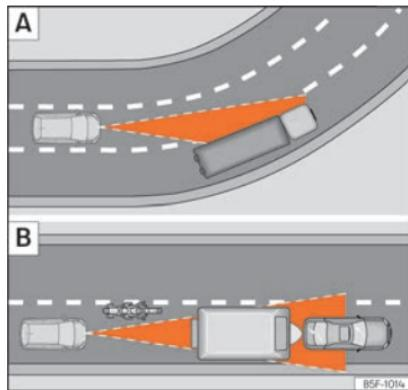

Fig. 162 A Vehículo en una curva. B Motociclista circulando por delante fuera del radio de acción del sensor de radar.
El ACC podría no detectar en curva el vehículo precedente o podría regular la distancia con vehículos que se encuentran en otros carriles »» **fig. 162 A**.
- Vehículos que circulen desalineados o fuera de la zona de detección del sensor, por ejemplo, motocicletas »» **fig. 162 B**.